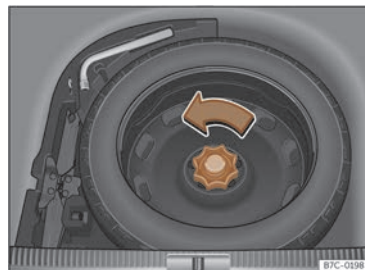

Abb. 238 Im Gepäckraum: hochgeklappter Ladeboden
- Drehen Sie das Rädchen entgegen dem Uhrzeigersinn >>> (Abb. 238).